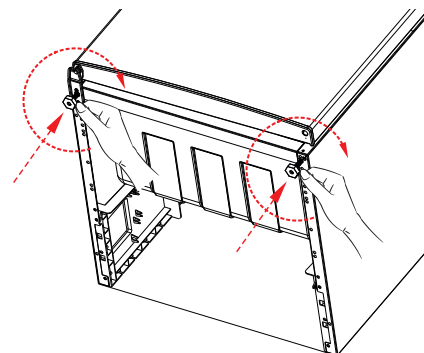

Fig. 19
- ▶ Remettez les pieds de l'appareil en place et vissez-les légèrement dans le sens des aiguilles d'une montre (fig. 19).